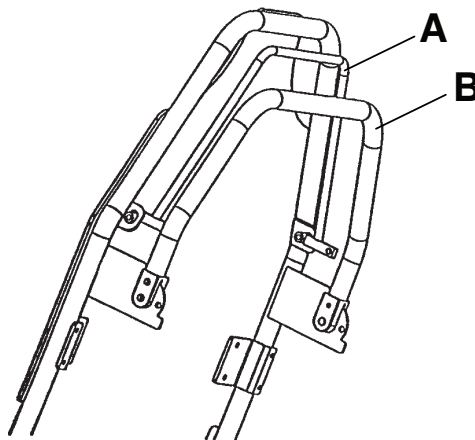

Figure 4 – Relève-buste
Pour élever ou abaisser le relève-buste, serrer la poignée rouge (A) vers le châssis du relève-buste et non vers la barre de poussée (B). Élever le relève-buste ou le pousser vers le bas jusqu'à la position voulue (entre 0 et 90°) (Figure 4).